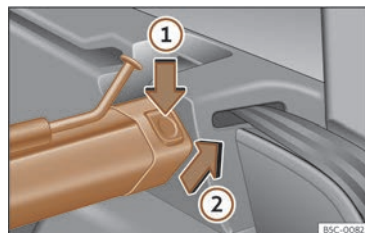

Fig. 192 En el maletero: desmontar la red de separación.
- Presione la tecla de desbloqueo izquierda o derecha >>> **fig. 192 ①** en el sentido de la flecha **①**.
- Extraiga la carcasa del soporte en el sentido de la flecha >>> **fig. 192 ②**.
- Presione la carcasa en los soportes izquierdo y derecho en el sentido contrario al de la flecha >>> **fig. 192 ②** hasta que encastre. Las marcas rojas de las teclas de desbloqueo no deberán verse más.